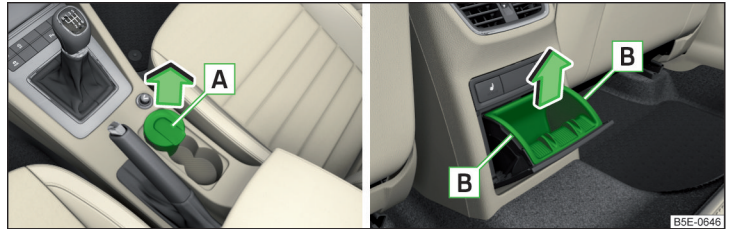

Abb. 94 Aschenbecher vorn herausnehmen / Aschenbechereinsatz hinten herausnehmen
- Den Aschenbecher **A** (nicht am Deckel) fassen und in Pfeilrichtung **herausnehmen** » Abb. 94.
- Zum **Herausnehmen** des Einsatzes den jeweiligen Aschenbecher öffnen, den Einsatz in den Bereichen **B** fassen und in Pfeilrichtung herausnehmen » Abb. 94.